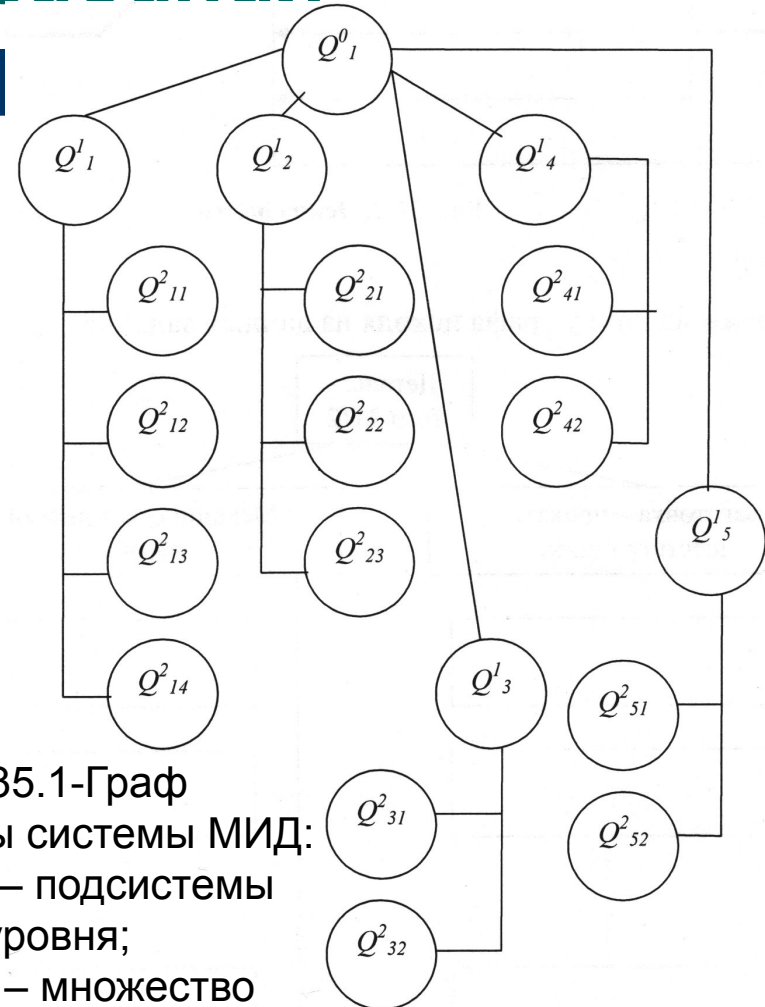

Рисунок 35.1-Граф структуры системы МИД: $Q_{11}-Q_{15}$ – подсистемы первого уровня; $Q_{2ij}-Q_{2ik}$ – множество подсистем второго уровня
- Применяя указанные отношения, можно комбинировать характеристики МИД с целью создания новых вариантов (рис. 35.1).